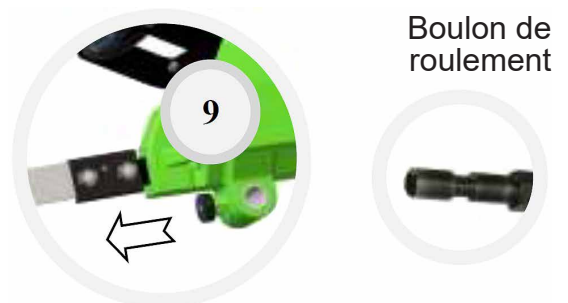

Fig.7
- Glissez la scie sur le boulon de support de la pince et la fixer avec le dispositif de verrouillage 9 (réf. A fig. 7).